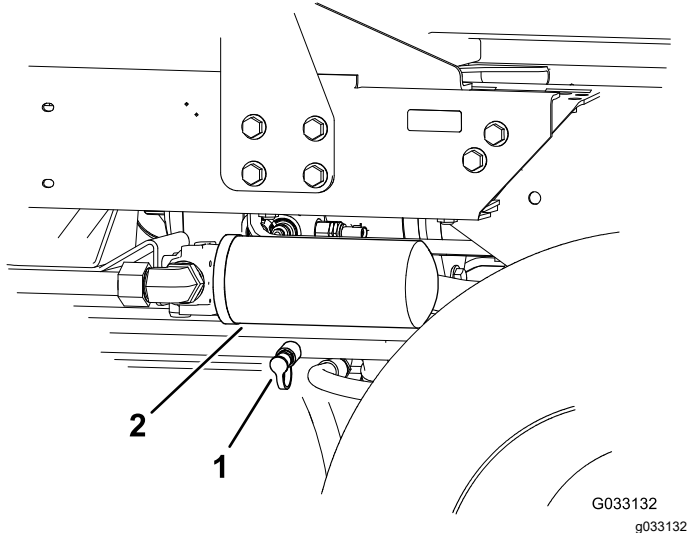

Figura 42
2. Collegare un flessibile idraulico tra il raccordo diagnostico montato sul collettore della trazione posteriore e il foro diagnostico della pressione della trazione in retromarcia (Figura 42).